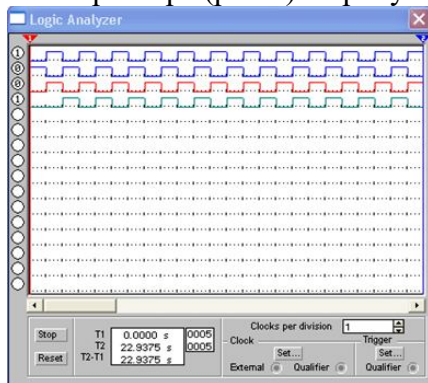

Рис. 2. Диаграммы работы асинхронного RS-триггера
1.4. Получите с помощью логического анализатора временные диаграммы для диаграммы работы асинхронного RS-триггера (рис.2). Зарисуйте диаграммы в отчет.